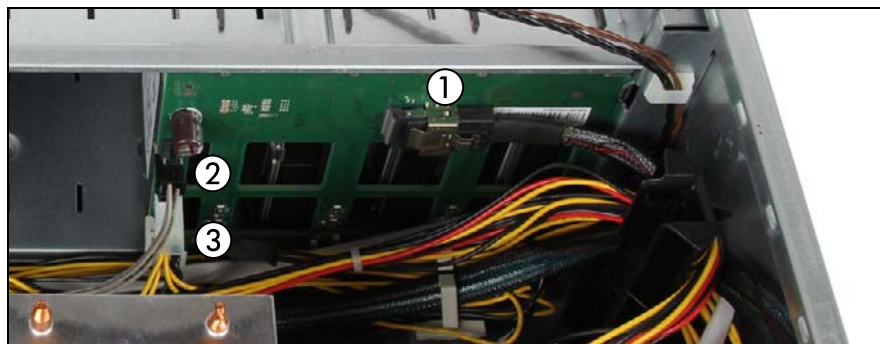

図 98: ケーブルの取り外し
- ▶ SAS バックプレーンにケーブルを接続します（図 98 を参照）。